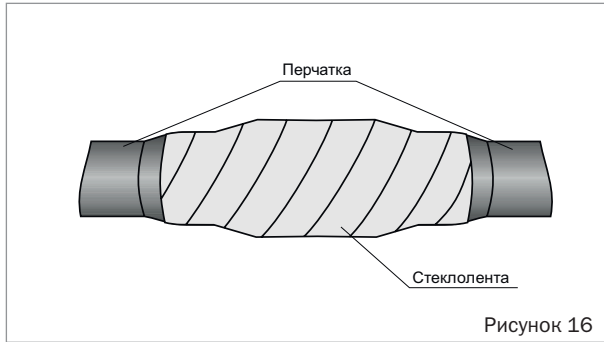

Рисунок 16
- Выполнить стягивающую намотку стеклолентой с 50%-ным перекрытием на соединение кабелей, закрыв полностью пластины уплотняющего состава, при одновременном сжатии жил друг с другом (рисунок 16).